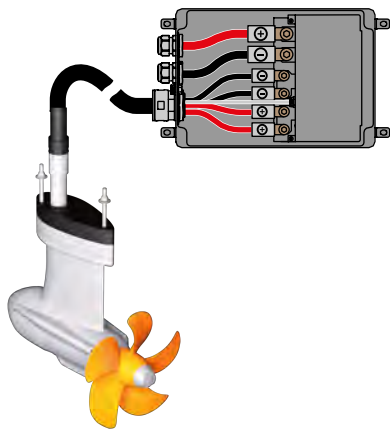

Fig. 12: Câblage du boîtier électronique
1. Desserrez les vis (1) du boîtier électronique pour pouvoir l'ouvrir.
4. Raccordez le câble de puissance au pôle repéré (rouge=+, noir=- ; 10 Nm), voir **"Fig. 12: Câblage du boîtier électronique"**.
5. Raccordez le câble du moteur au raccord de commande de moteur (6).